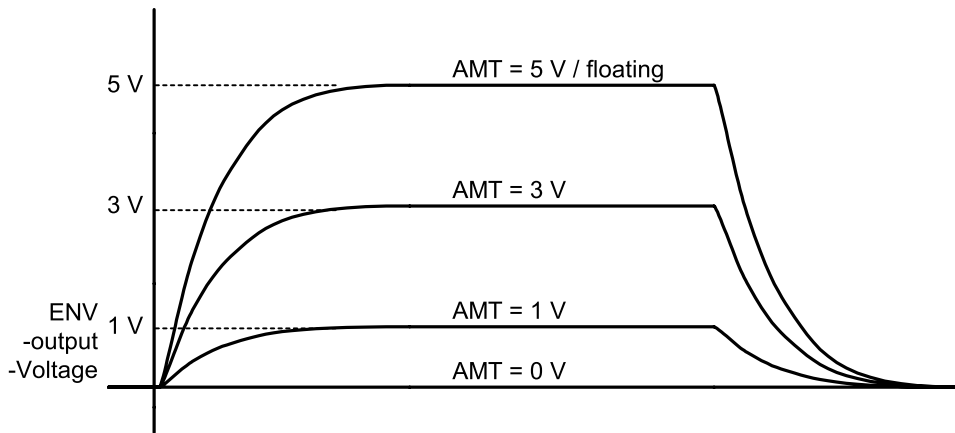
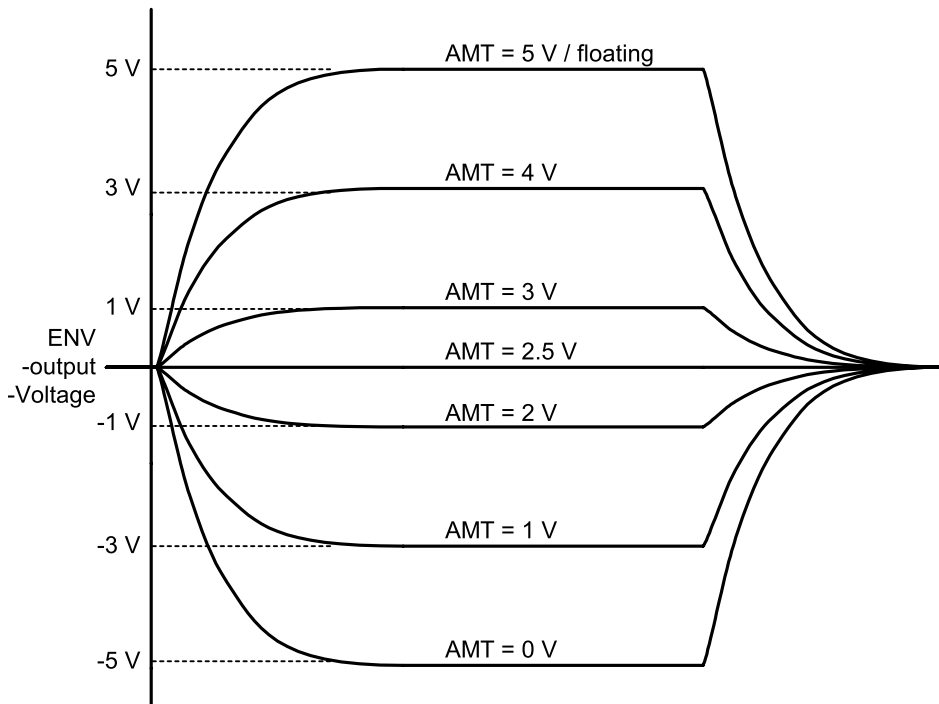
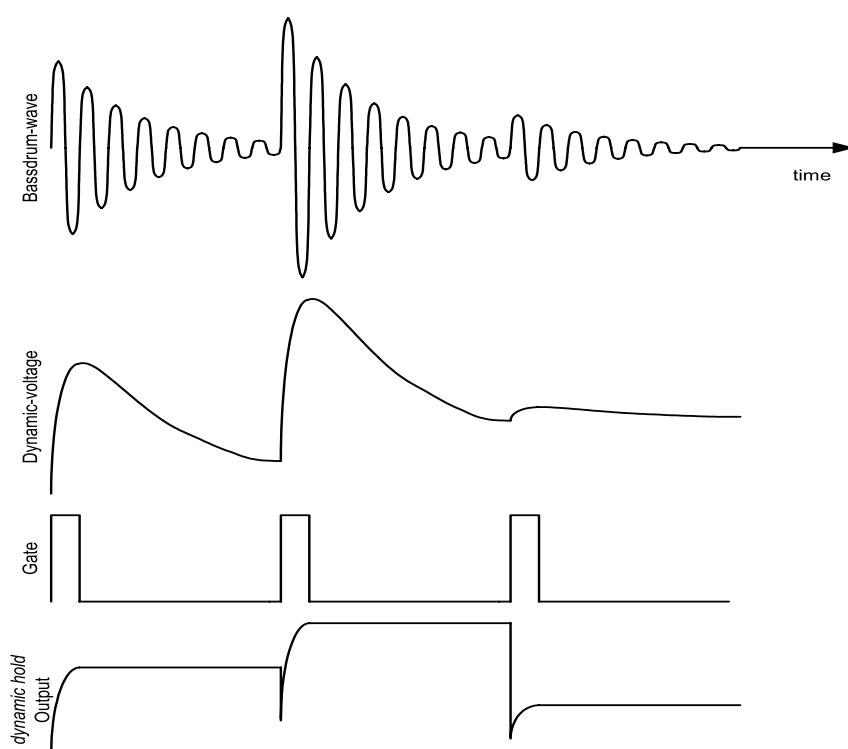

Abb. 9.5.5 Hüllkurvenmodulation durch den „AMT“-Eingang des Multiplizierers
Abb. 9.5.6 Bipolare Hüllkurvenmodulation durch den „AMT“-Eingang des Multiplizierers
Abb. 9.5.7 Die dynamic hold-Funktion
Jeder der beiden Hüllkurvengeneratoren hat einen eigenen Multiplizierer, der im Grunde auch als eingeschränkter VCA verstanden werden kann. Er dient dazu, die Hüllkurve in ihrer Höhe, also in Ihrem Endwert mittels einer Modulationsspannung zu beeinflussen. Abb. 9.5.5 zeigt wie der Endwert der Hüllkurve vom „AMT“-Eingang des Multiplizierers gesteuert wird. Der Multiplizierer hat zwei Ausgänge.
An der Rückwandbuchse „ENV OUT“ (20) können beide Hüllkurven bipolar (weil in beide Richtungen polarisierbar), so wie in Abb. 9.5.6, abgenommen werden. Der Endwert der Hüllkurve lässt sich hier also in beide Richtungen, positiv nach oben oder negativ nach unten verschieben. Wie man an der Abb. 9.5.6 erkennen kann, wird also hier bei Null Volt am Multiplikationseingang „AMT“ die Hüllkurve invers, also mit -5 Volt als Endwert, ausgegeben.
Die obere Grafik in Abb. 9.5.7 zeigt z.B. die Wellenform einer Bassdrum. Der zugehörige Spannungsverlauf aus dem **dynamic**-Modul aus Kapitel 9.1 zeigt die Grafik darunter. Wird zu jedem Beginn der Bassdrum dem Triggereingang des Hüllkurvengenerators ein Gate-Impuls (3. Grafik von oben) zugeführt, öffnet sich mit jedem „Kick“ das „Tor“ der dynamic hold-Funktion, was dann wie in der unteren Grafik aussehen würde.
Die Wirkungsweise des **dynamic hold Outputs** (s. auch Abb. 9.5.7, unten) auf die Hüllkurve (s. Kapitel 9.5.3) ist dieselbe wie mit dem „**AMT1/2**“ Eingang gemäß der Grafiken (Abb. 9.5.5 und Abb. 9.5.6). Als Spannungswerte sind dann diejenigen an der „**DYN OUT**“-Buchse **(7) /RING** (s. Kapitel 9.1) zu nehmen.
Die Skalierungen lassen sich auch den Abbildungen Abb. 9.5.5 und Abb. 9.5.6 entnehmen. **Es haben nur positive Spannungen am AMT-Eingang Wirkung!**